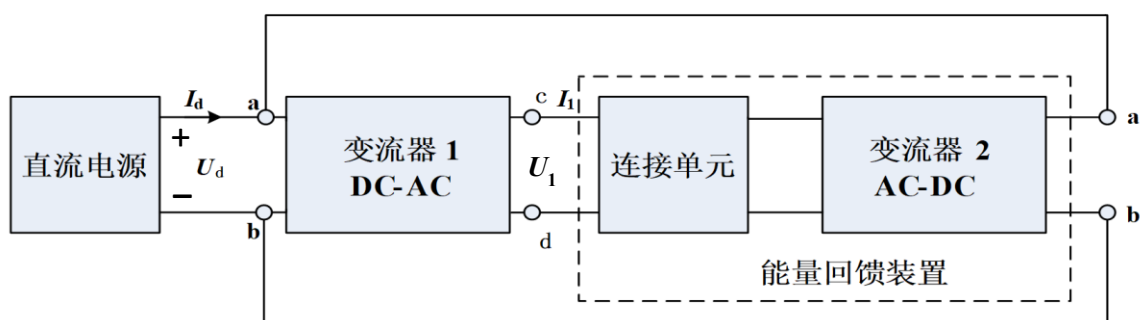

图 1 变流器负载试验中的能量回馈装置
设计并制作一个变流器及负载试验时的能量回馈装置，其结构如图 1 所示。
（3）变流器 1 与能量回馈装置按图 1 所示连接，系统能实现能量回馈，变流器 1 输出电流 $I_1 = 1\text{A}$ 。（20 分）
（4）变流器 1 与能量回馈装置按图 1 所示连接，变流器 1 输出电流 $I_1 = 2\text{A}$ ，要求直流电源输出功率 P_d 越小越好。（35 分）
(1) 图 1 所示的变流器 1 及能量回馈装置仅由直流电源供电，直流电源可采用实验室的直流稳压电源。
(2) 图 1 中的“连接单元”可根据变流器 2 的实际情况自行确定。
(3) 电路制作时应考虑测试方便，合理设置测试点。
(4) 能量回馈装置中不得另加耗能器件。
(5) 图 1 中，a、b 与 c、d 端应能够测试，a、c 端应能够测量电流；c、d 端应能够断开，另接其他阻性负载。